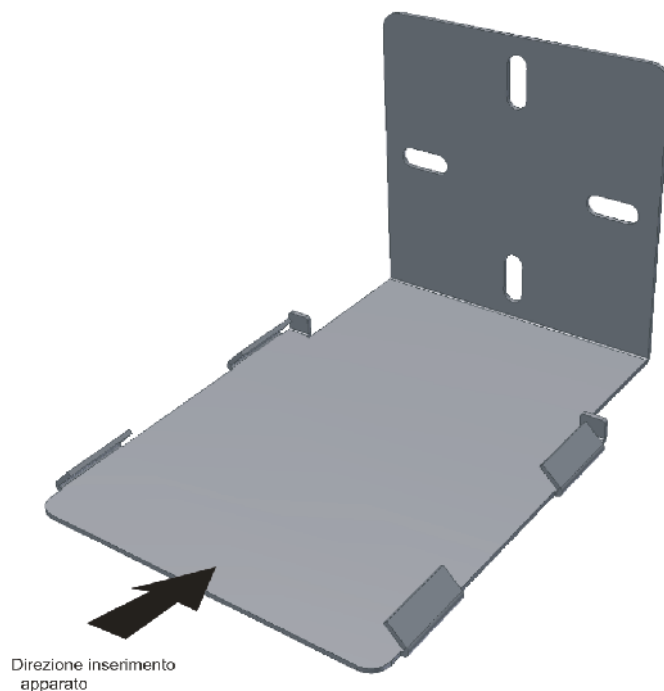

Fig. 7 –Staffa di fissaggio universale
L'apparato è predisposto per il fissaggio a palo e a muro attraverso piastra di fissaggio universale vedi fig.7
- Fissare la piastra di fig 7 al palo mediante fascetta. La piastra è prevista per installazione con tubi verticali e orizzontali.
- Far scorrere la base dell'apparato sulla piastra nella direzione indicata dalla freccia in fig. 7
Fissare mediante tasselli la piastra a muro, Far scorrere la base dell'apparato sulla piastra nella direzione indicata dalla freccia in fig. 7